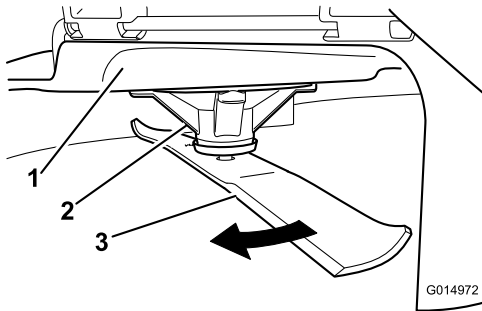

Bild 50
2. Tragen Sie dicke Handschuhe oder andere angemessene Handschuhe und drehen Sie das Messer, das Sie messen möchten, langsam in eine Stellung, in der das Messen des Abstands zwischen der Schnittkante und der ebenen Fläche der Maschine möglich ist (**Bild 50**).